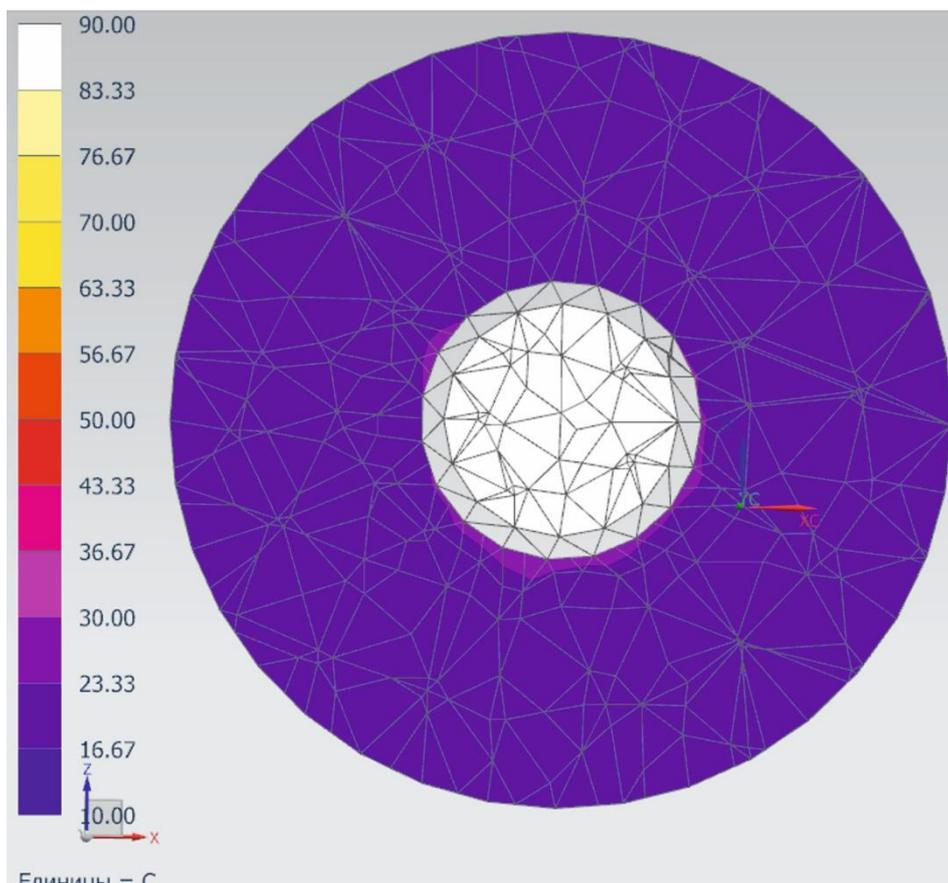

Рис. 4.5. Контурное поле температуры потоков при противотоке
14. Для отображения контурного поля температуры потоков в поперечном среднем сечении теплообменника в окне «**Вид постпроцессора**» установите тип «**Ленточный**», в окне «**Секущая плоскость**» выберите нужную ориентацию плоскости и установите Сторону отсечения – «**Оба**». Нажмите «**Ок**» (рис. 4.5).